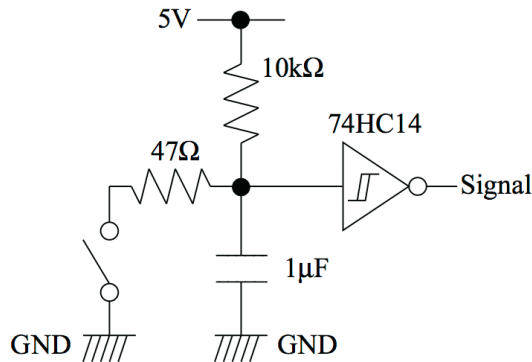
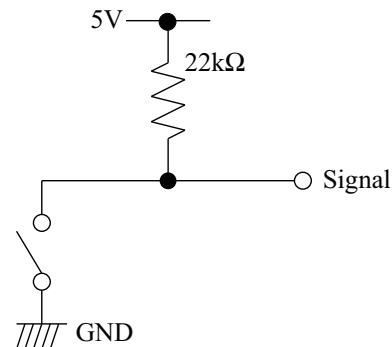

Fig. 5: チャタリング防止回路
Fig. 6: 単純なスイッチ回路
本 Tutorial で製作してもらうチャタリング防止回路を Fig. 5 に示す。この回路はコンデンサで波形をなめらかにし、シュミットトリガで波形をきれいな方形波に成形している。ちなみに、最も単純なスイッチ回路は Fig. 6 である。
課題 1, 2 で作成した Fig.5 と Fig.6 の回路の動作確認をせよ。Tutorial1A 担当者にマイコン上で動作確認できるプログラムを作成してもらいたい。特に以下の点に注意すること。
- Fig.6 の Signal 端子はスイッチ導通時に 0V, 非導通時に 5V になるか。